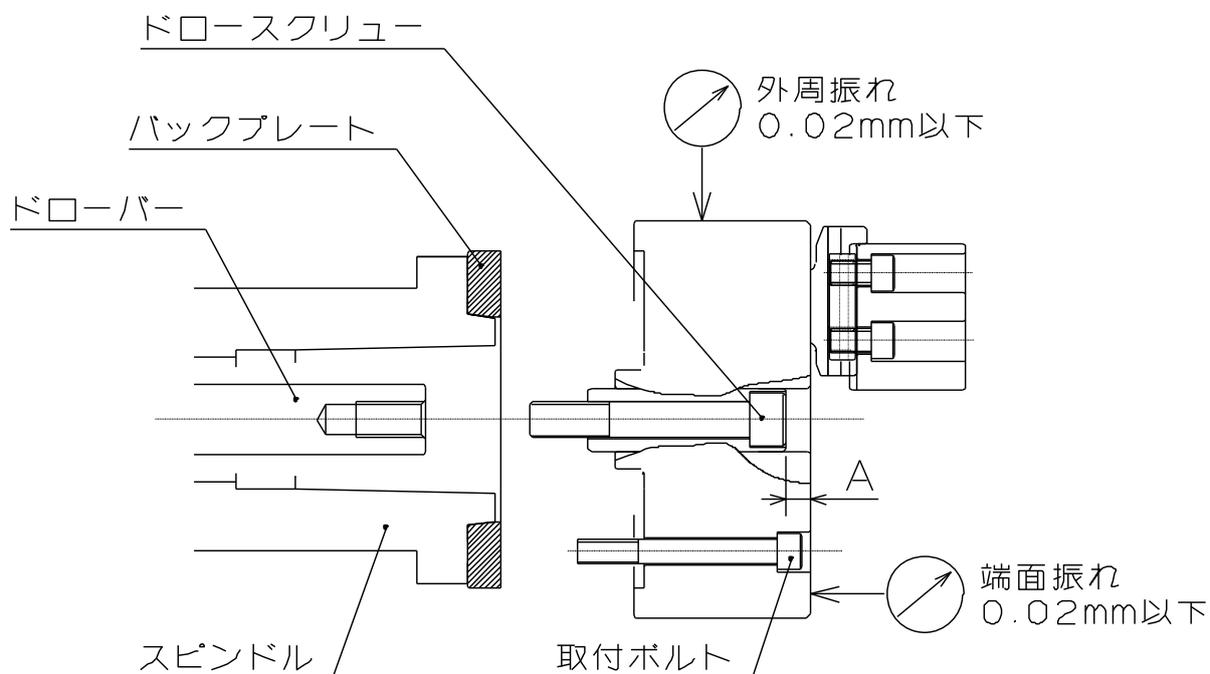

図 24
- ・ プランジャの位置が図 24 の寸法 A 以内であることを確認します。